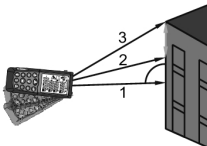

Abb. 11: Indirekte Messung mit 3 Punkten – Modus 2
3. Stellen Sie das Gerät in die niedrigste Stellung (1) für die Messung (siehe Abb. 11) und drücken Sie die  Taste oder die **MEAS** Seitentaste. Das Ergebnis erscheint im ersten Teildisplay. Das Symbol “” erscheint auf dem Display mit blinkender Seite “2”
4. Stellen Sie das Gerät so waagerecht wie möglich (2) für die Messung (siehe Abb. 11) und drücken Sie die  Taste oder die **MEAS** Seitentaste. Das Ergebnis erscheint im zweiten Teildisplay. Das Symbol “” erscheint auf dem Display mit blinkender Seite “3”
5. Stellen Sie das Gerät in die höchste Stellung (3) für die Messung (siehe Abb. 11) und drücken Sie die  Taste oder die **MEAS** Seitentaste. Das Ergebnis erscheint im zweiten Teildisplay
6. Der Endwert des Ergebnisses von der Kombination von den vorher durchgeführten Messungen (siehe gestrichelte Linie in Abb. 11) wird im Ergebnisdisplay angezeigt